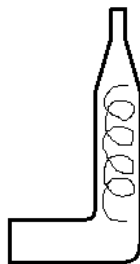

Рис. 11. Газоотводная трубка
В пробирку или небольшую колбу Вюрца поместить гранулы цинка. Прилить через воронку с длинной трубкой 20% раствор H_2SO_4 (* почему именно такая концентрация?) и пропустить выделяющийся газ через реакционную трубку из тугоплавкого стекла с 0,5 г оксида металла (например, меди (II)). Выходное отверстие реакционной трубки должно быть закрыто согнутой стеклянной трубкой, сужающейся на конце, для отвода непрореагировавшего водорода (рис. 11). В эту трубочку необходимо поместить медную спираль. * Зачем?